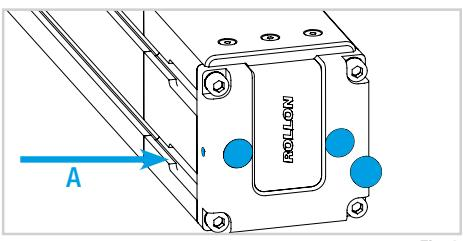

Fig. 8
- 8) Rimuovere i tappi di protezione sulle viti di fissaggio e allenare le viti corrispondenti alla lettera A (Fig. 8).